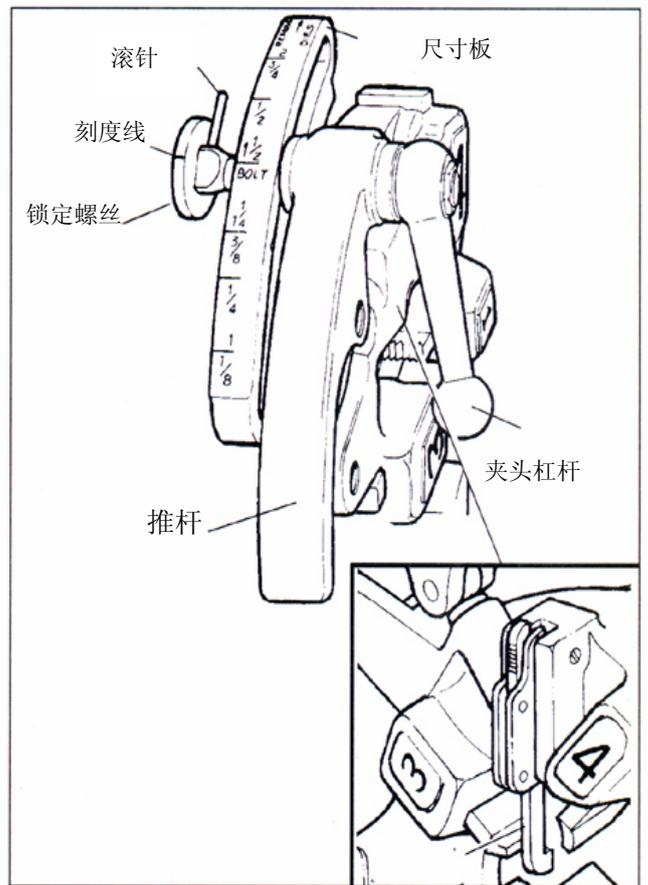

图 8—No.711 和 911 自开式板牙头
- 7b. 自开式板牙头（图 8）—当管子靠板牙头的一端接触到触发器时，推杆就会自动地打开落在已经套丝过的螺纹上。
攻右螺纹用的 No.711 和 No.911 板牙（图 8）需要三套板牙，可以对 1/4”-2”的管子进行套丝。这三组板牙分别用于以下三组件尺寸：1/4”-3/8”、1/2”-3/4”以及 1”-2”。对元钢的套丝则需要根据不同的元钢尺寸，分别使用独立的板牙。